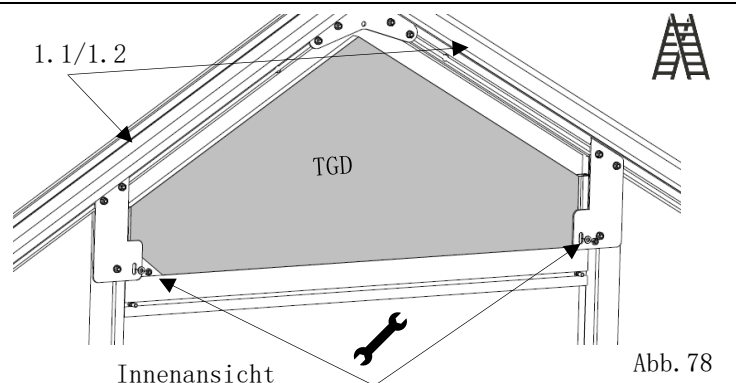

Abb. 78
- die Verschraubungen (Pos. U4/SM30) werden festgezogen! (Abb. 78)